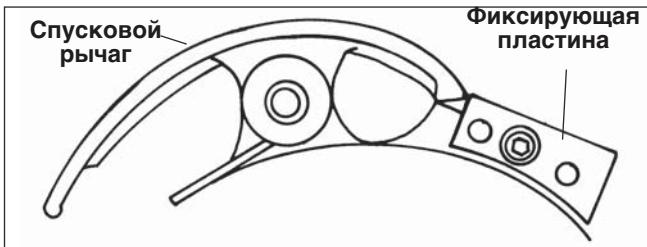

Рисунок 20 – Поднимите головку и отрегулируйте до положения, указанного выше.
- Отрегулируйте фиксирующую пластину, чтобы винт был вставлен в среднее индексное отверстие. (Рисунок 20)